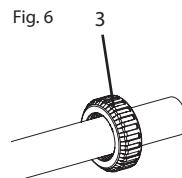

Fig. 7
2. Adattare la valvola all'impianto lasciando il dado (3) Fig. 6 nel tubo prima di incollare il manicot di giunzione (5) Fig. 7.